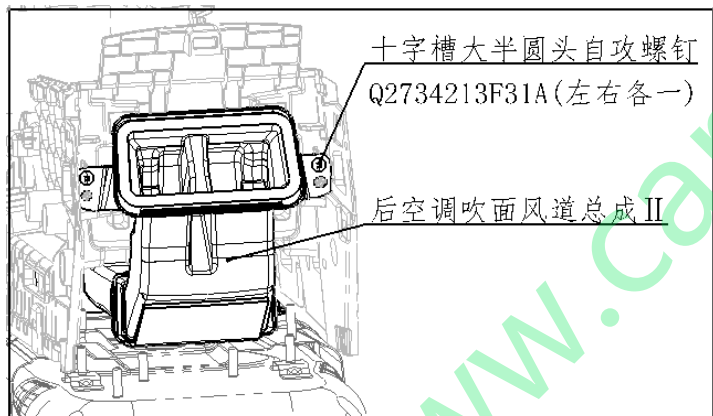

图 1.6.17 后空调吹面风道总成 (III)
(1) 先把副仪表后饰板总成拆卸后, 通过十字螺丝刀将固定“后空调吹面风道总成 III”的两颗 Q2734213F31A 十字槽大半圆头自攻螺钉松开并取出。如图 1.6.17 所示;
(2) 安装与拆卸顺序相反